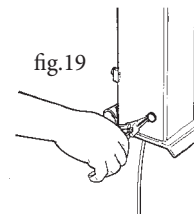

fig.19
- Togliere il "seeger" con pinze apposite e sfilare il perno (fig.19).
- Remove the "seeger" with pliers and remove the pin (fig. 19).
- Oter le "seeger" avec les pinces prévues et désefiler le pivot (fig.19).
- Den "Seeger" mit der entsprechenden Zange entfernen und den Zapfen herausziehen (Abb. 19).
- Quite el "seeger" con las pinzas especiales y extraiga el pasador (fig.19).